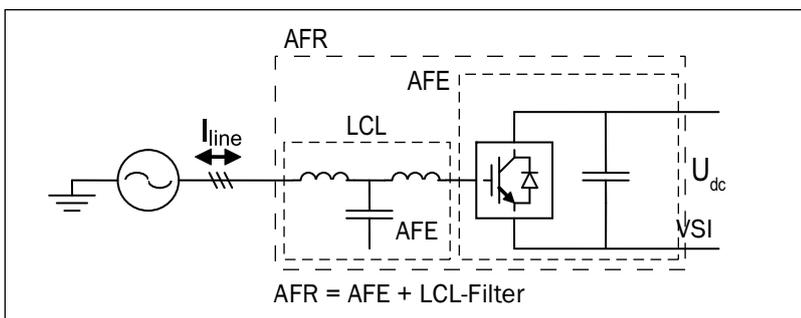

Abb. 4 AFR
Die AFR besteht aus dem Emotron Leistungselektronikmodul (AFE), das über einen LCL-Filter an das Netz angeschlossen ist, wie in Abbildung 4 dargestellt. Der Hauptzweck des Emotron AFR ist, die Wechselspannungsversorgung in Gleichspannung umzuwandeln, die die VSIs versorgt bzw. die von den VSI (Motorumrichter) kommende Spannung zu regenerieren. Er hält auch den Oberschwingungsganteil des Stroms, der mit dem Netz ausgetauscht wird, auf einem niedrigen Niveau, wodurch der THD (I) unter 5 % gehalten wird. AFR bietet standardmäßige AFE-Funktionen wie: